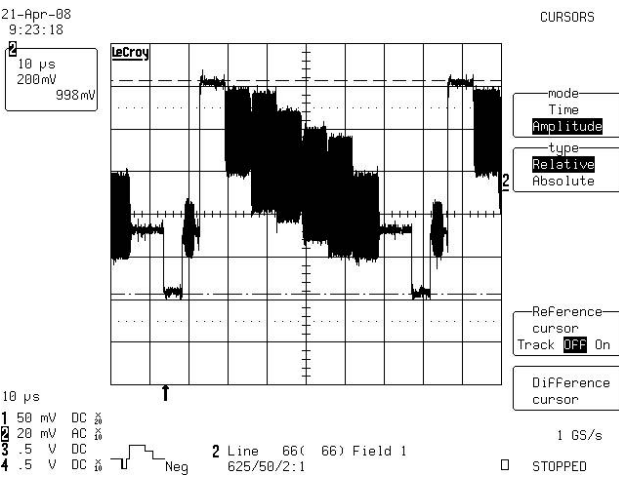
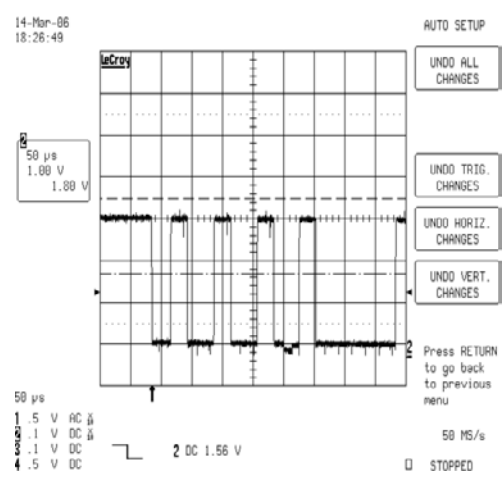

图 20 射频输入全彩条信号
图 28 I2C 数据波形
四、关键点波形图（图 20—图 28）
1、射频输入全彩条信号，高频头 U27 第 6、7 脚输出中频信号，经过后端一系列处理后，插座 J12 AV-VOUT 全电视信号波形如图 20 所示：
8、射频输入全彩条信号，I²C 总线数字信号 SDA，U24 的第 4 脚处波形如图 28 所示。